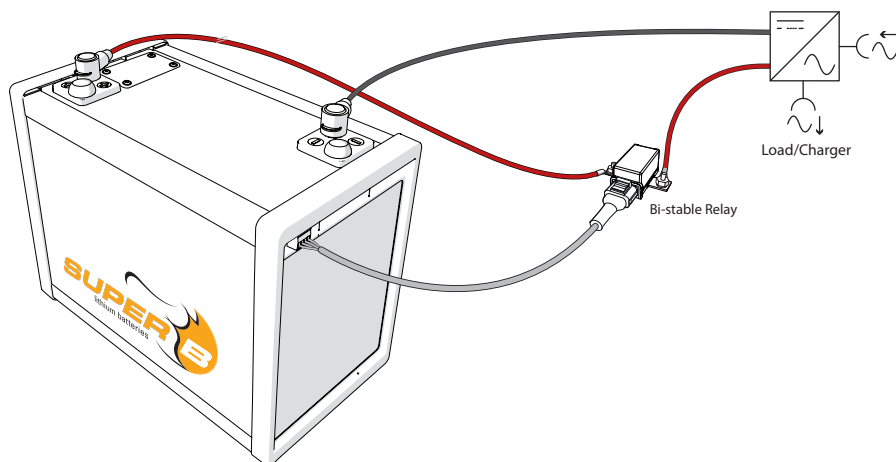

Abbildung 11. Sicherung der Klemmenabdeckungen
6. Bringen Sie die Klemmenabdeckungen über den Anschlussklemmen an (Abbildung 11).